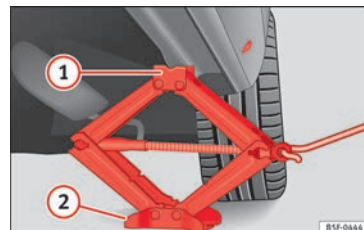

Fig. 83 Mise en place du cric.
- Tournez la manivelle du cric*, placé sous le point d'appui du bas de caisse, pour le lever jusqu'à ce que l'ergot **①** » » **fig. 83** se trouve sous le logement en plastique prévu à cet effet.
- Alignez le cric* de sorte que l'ergot **①** « s'encastre » dans le logement en plastique prévu à cet effet sur le bas de caisse et que la plaque de base mobile **②** repose sur le sol. La plaque de base **②** doit tomber à la verticale par rapport au point d'appui **①**. » »